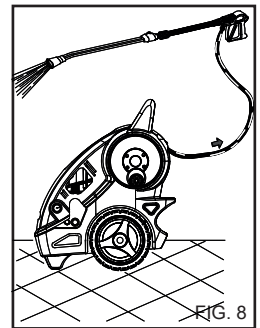

FIG. 8
Dopo l'uso di un detergente il circuito di aspirazione deve essere risciacquato con acqua pulita, (fig. 8).
1) Dopo l'uso con detergente, risciacquare il circuito acqua A.P.: far funzionare la pompa per 1 minuto a rubinetto dosaggio completamente chiuso. (fig. 8)
4) Dopo l'uso con detergente, risciacquare il circuito acqua A.P.: far funzionare la pompa per 1 minuto a rubinetto dosaggio completamente chiuso. (fig. 8).